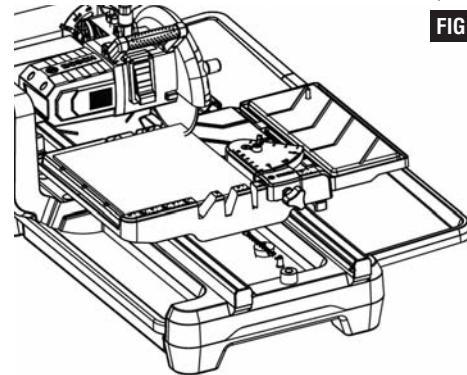

FIG. 36
5. Plongez la lame dans le carreau. Ne forcez pas la scie et ne faites pas avancer la lame trop vite dans le carreau (Fig. 36).